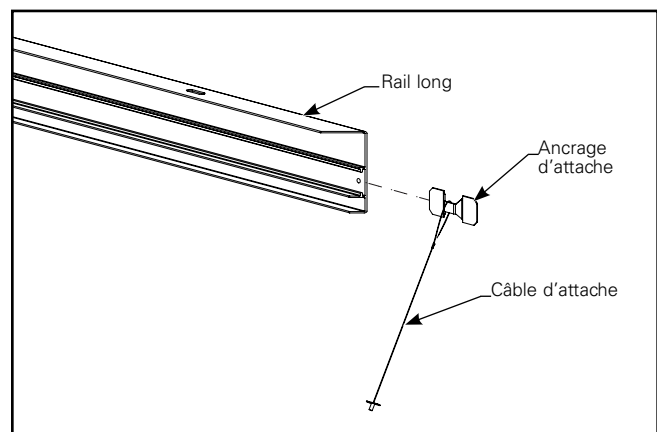

Figure 2.
- A2. Faites passer un ancrage d'attache dans la boucle située à l'extrémité d'un câble d'attache, puis faites-le glisser dans la fente située sur l'un des rails longs. Répétez cette étape pour le deuxième câble d'attache et le deuxième ancrage d'attache sur le même rail long. (figure 2.)